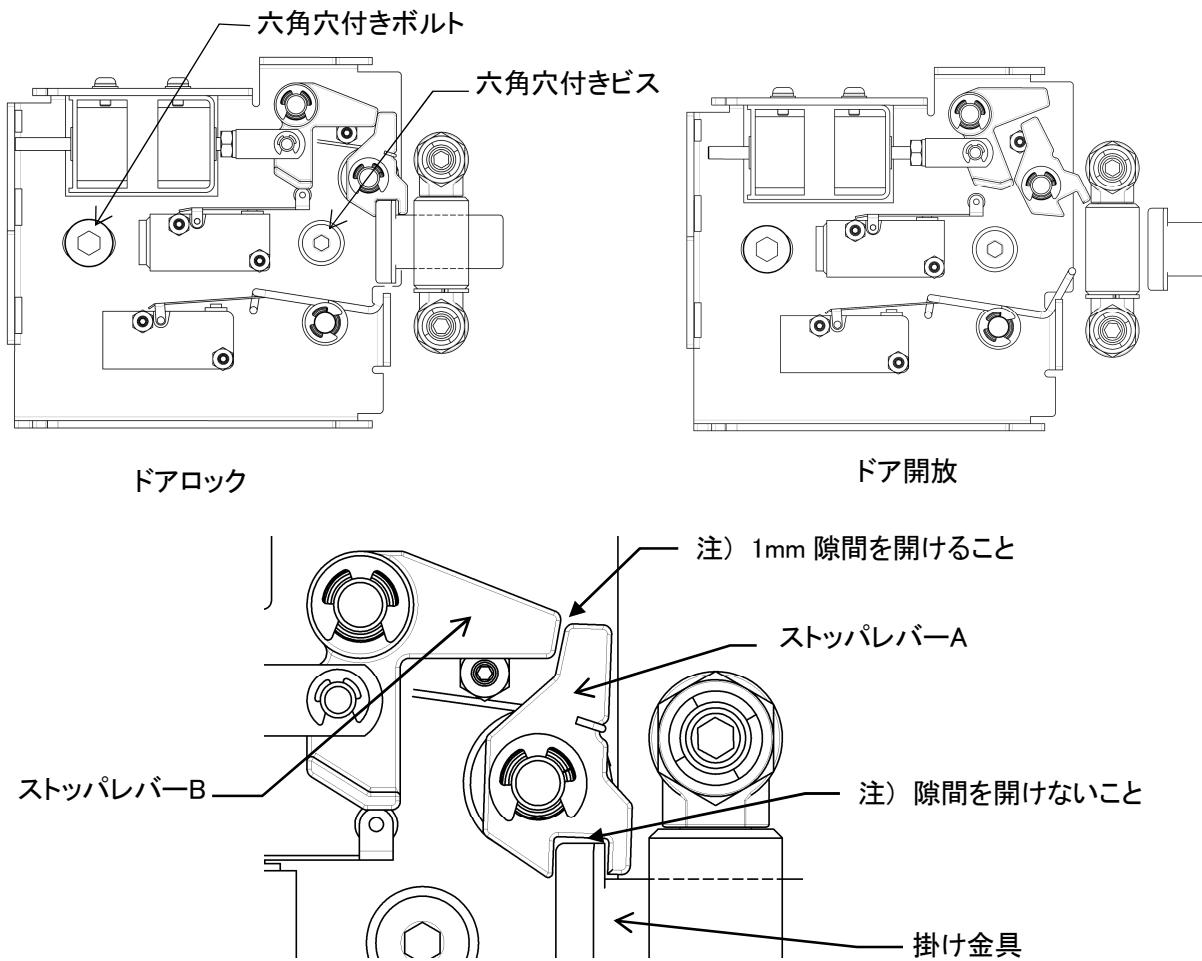

図8-9
- ドアロック及びドア開放時、図8-9の様になっています。
- ドアロック時、ストップレバーA,B と掛け金具が図8-9の様にかみ合う位置に来る様に六角穴付きボルトと六角穴付きビスを緩めドアロック部を左右にずらし調整します。